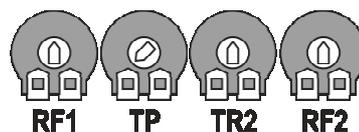

Fig. 8
- Initialement, régler le potentiomètre **RF1** à mi-course, **TP** au minimum (fermeture automatique désactivée) comme en Fig. 8: